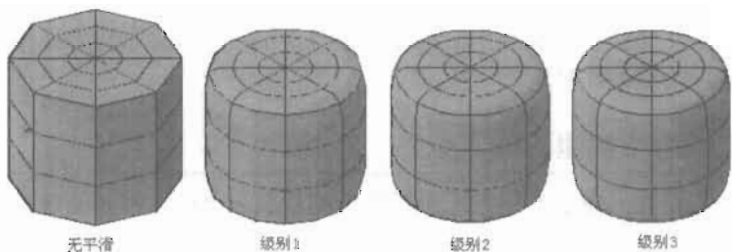

图 13-5
- 平滑处理：增加网格曲面与圆形状相符的程度。可以以增量形式或通过特性选项板中更改平滑度来增加选定对象的网格平滑度。0 级平滑度表示对网格对象应用最低级别的平滑处理，4 级平滑度表示应用最高平滑度，如图 13-5 所示。